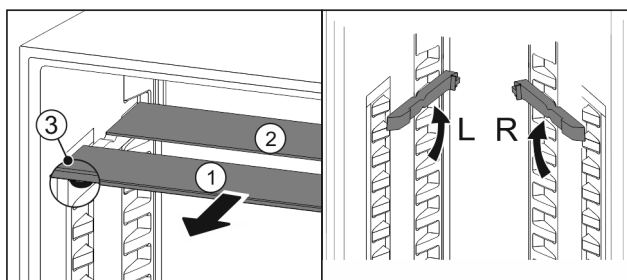

Fig. 211
- Tërhiqni një nga një pllakat e xhamit nga përpara Fig. 211 (1).
- Pllaka e xhamit Fig. 211 (1) me kornizën ndodhet përpara.
- Ndaluesit Fig. 211 (3) janë të drejtuar për poshtë.